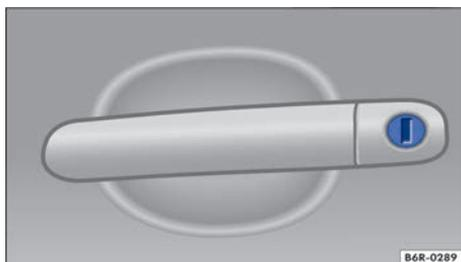

Fig. 159 Manilla de la puerta del conductor con cilindro de cerradura.
- Inserte el paletón de la llave en el bombín de cierre y desbloquee o bloquee el vehículo → fig. 159.